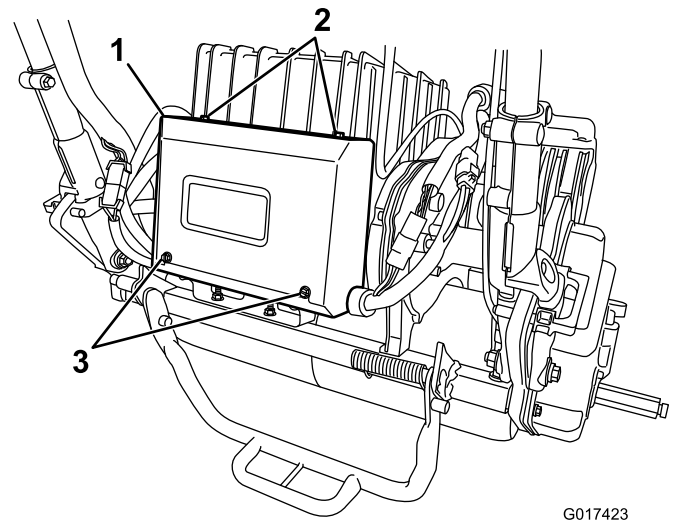

图41
2. 拆下电器箱上的 2 颗后部螺丝松开 2 颗上部螺丝然后拿開箱盖 图41。